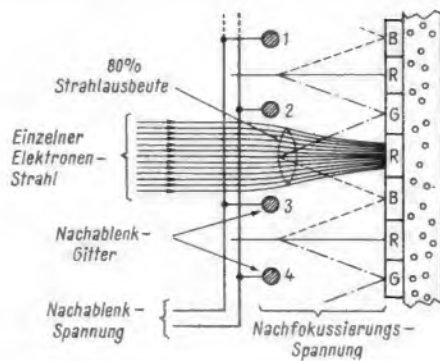

Bild 3. Ausschnitt der Schirmzone aus Bild 2
Bild 3 zeigt diesen Vorgang in den Einzelheiten. Dieser horizontale Schnitt durch den Schirm, das Nachablenk-Gitter (1, 2, 3, 4) und den Strahl zeigt aber auch, daß das Gitter den Strahl zum Schirm hin konzentriert oder fokussiert, was sehr wesentlich ist. In der Tat wird dem Nachablenkgitter nicht allein die Schaltwechselfrequenz zugeführt, sondern auch eine Gleichspannung, die etwa ein Drittel der Anodenspannung beträgt. Dadurch bildet sich für den zwischen zwei Drähten hindurchtretenden Strahl eine elektronenoptische Linse und zugleich ein Nachbeschleunigungsfeld. Haben alle Drähte das gleiche Potential (Nulldurchgang der Nachablenk-Wechselfrequenz), so
Man beachte, daß bei unveränderter Polarität der Drähte der Strahl entgegengesetzt ausgelenkt wird, wenn er „ein Haus weiter“ wandert, da dann, vom Strahl aus gesehen, die Plus- und die Minusdrähte umgekehrt liegen. Daher zeigen auch die strichpunktiierten Linien in Bild 3 einmal nach oben und einmal nach unten, und entsprechend umgekehrt die gestrichelten. Legt man in die zentrale, nicht nachabgelenkte Strahlachse stets den R-Streifen, in die Sammelpunkte der strichpunktiierten Linien die G-Streifen und in die Sammelpunkte der gestrichelten Linien die B-Streifen, so entsteht die im Bild 3 gezeigte Phosphor-Folge, die doppelt so viele R-Streifen aufweist als G- oder B-Streifen.
Geht die sinusförmige Nachablenkung von ihrem Nulldurchgang (R in Bild 3) aus, dann lenkt die positive Halbwellen nach G ab; darauf folgt wieder ein Nulldurchgang (R) und dann die negative Halbwellen mit Auslenkung nach B. Die Farbfolge ist also RGRB. Dies ist der Farbzyklus des Chromatrons, der in Wirklichkeit über 400mal geschrieben wird, um die ganze Schirmbreite zu erfassen. Im gleichen Zyklus muß auch der elektronische Schalter am Ausgang des Farbdecoders die Farbsignale auswählen.